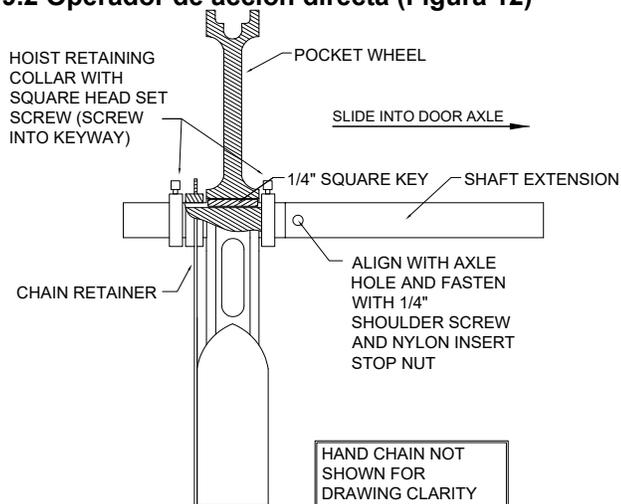

Figura 12
9.2 Operador de acción directa (Figura 12)